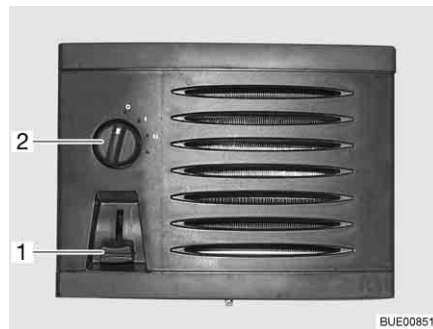

Fig. 175 Elementos de mando termocambiador adicional
- Empujar el regulador de corredera (Fig. 175,1) del regulador volumétrico de paso a la posición deseada. El circuito de agua está abierto.
- Girar el conmutador del ventilador (Fig. 175,2) del ventilador de circulación de aire en sentido de las agujas del reloj.
- Girar el conmutador del ventilador (Fig. 175,2) a "O".
- Empujar el regulador de corredera (Fig. 175,1) del regulador volumétrico de paso completamente hacia arriba.